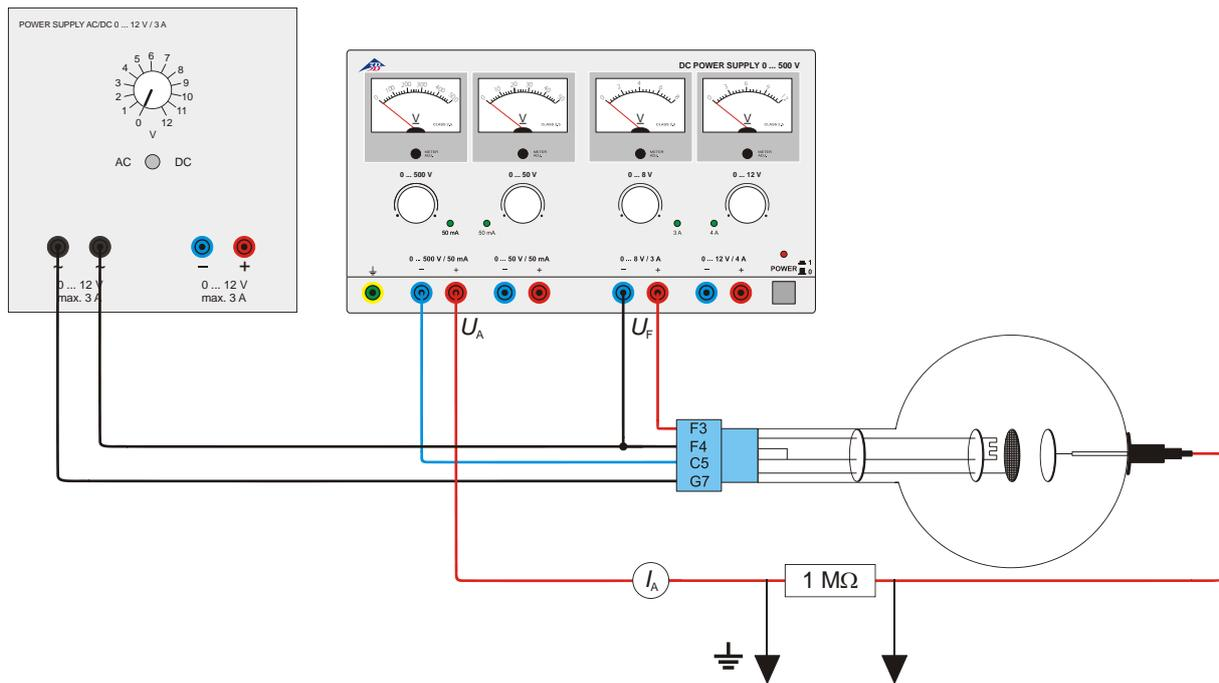

Fig. 4 El triodo como amplificador
- Realice el circuito de acuerdo con la Fig. 4.